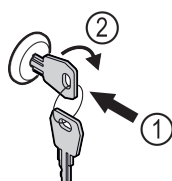

Fig. 127 Immagine a titolo di esempio
- Inserire la chiave Fig. 127 (1).
- Ruotare la chiave di 90° in senso orario Fig. 127 (2).